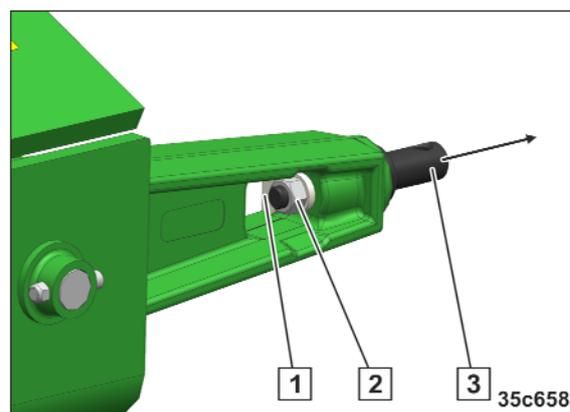

Fig. 112
1. Desserrer et retirer l'écrou (Fig. 112/2).
2. Retirer la plaque d'arrêt (Fig. 112/1).
3. Retirer le tourillon du tirant inférieur (Fig. 112/3).